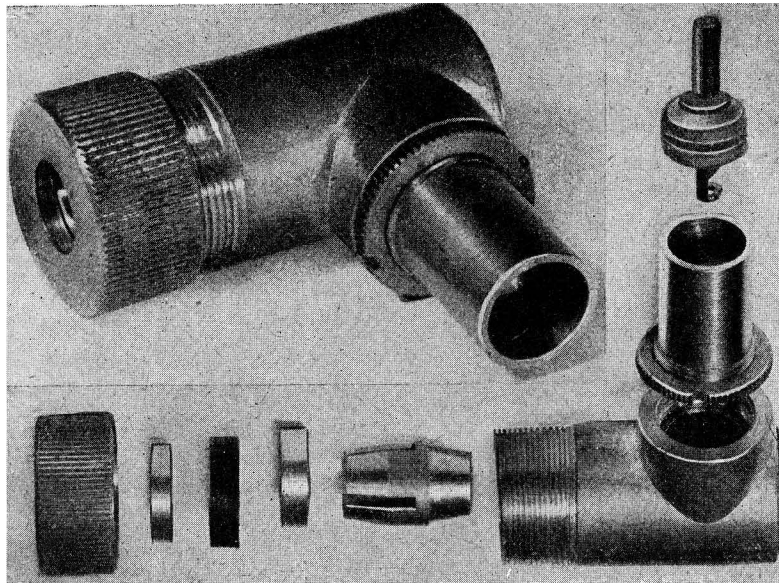

Abb. 16: Ansichten des Antennenwinkelsteckers
8. Antennenkabel anschließen (Bu 1) (vgl. Abb. 16).